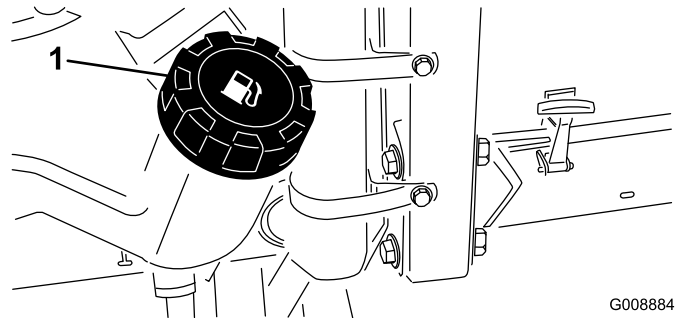

Bild 29
2. Reinigen Sie den Bereich um den Tankdeckel (Bild 29).